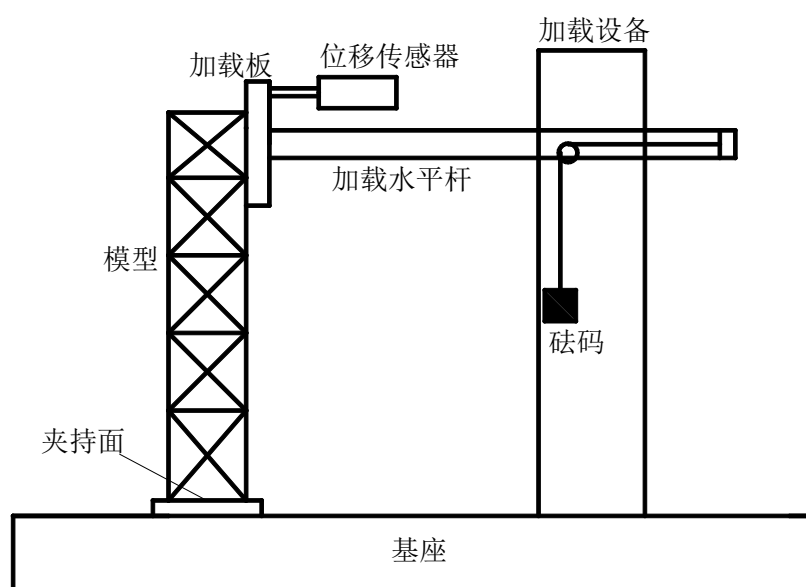

图 2 模型及加载装置示意图
a. 模型为纸质交通标志杆结构，结构形式不限，但应符合设计、安装与加载要求，并与计算书一致；模型与加载装置示意可参考图 2。